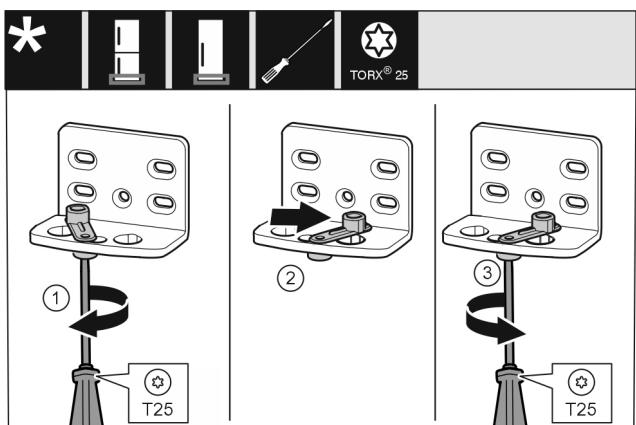

Fig. 14
- За допомогою викрутки T25 послабте гвинт. Fig. 14 (1)
- Допоміжний засіб для закривання дверцят підніміть і поверніть в отворі праворуч на 90°. Fig. 14 (2)
- За допомогою викрутки T25 закрутіть гвинт. Fig. 14 (3)